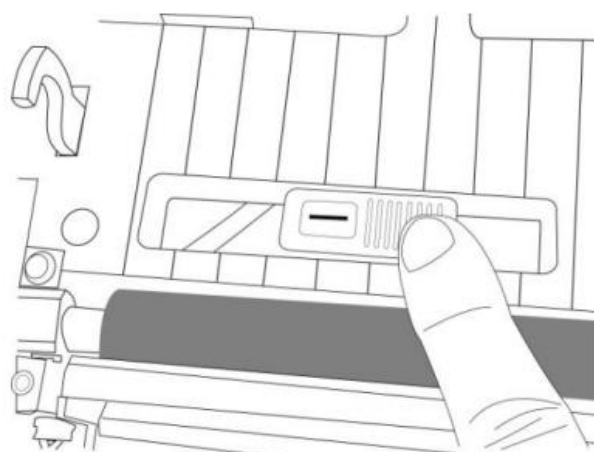

Рисунок 25
3. Сдвиньте датчик носителя до того момента, как отражающий датчик сравняется с просветом или желобком. (Рисунок 25)